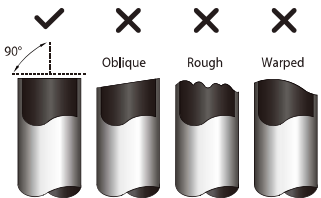

Fig. 5.1
3. Asegúrese que la tubería está cortada a un ángulo de 90°. De referencia a Fig. 5.1 para ejemplos de malas cortadas.